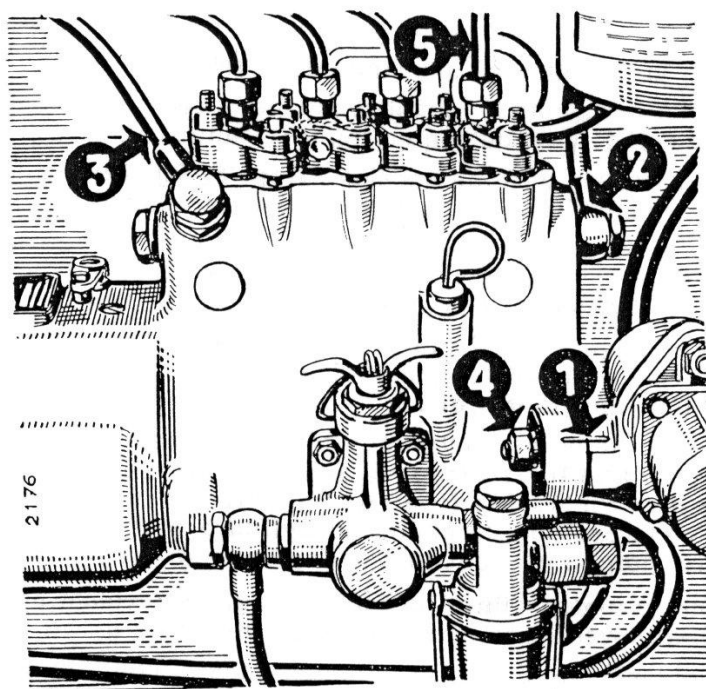

FIG. 29. — Repérage pour le calage de la pompe à injection.
- 5° Introduire les cannelures de l'arbre d'entraînement de la pompe dans la bague d'accouplement, à cannelures intérieures, située sur l'arbre commandé par le pignon de distribution. Aucune erreur n'est à envisager, car l'usinage de l'ensemble d'accouplement, ne permet qu'une seule possibilité de montage. Après avoir procédé à l'accouplement des cannelures, disposer face à face les repères (**rep. 1, fig. 29**) frappés sur le support et sur la bride de la pompe, puis bloquer énergiquement les quatre écrous de fixation munis de leurs rondelles plates et grower. Les deux écrous disposés derrière la pompe devront être serrés avec une clé spéciale contrecoudée. La pompe ainsi montée doit être en phase avec le moteur.
- 5° Visser l'embase du tube capillaire (**rep. 5, fig. 29**) sur le raccord de pression de l'élément de pompe correspondant au **cylindre n° 1**.